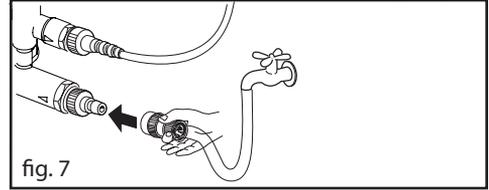

fig. 7
3. Bahçe hortumunu cihazın su girişine bağlayın (Maksimum 10 bar, maksimum 40C su sıcaklığı) (fig 7)